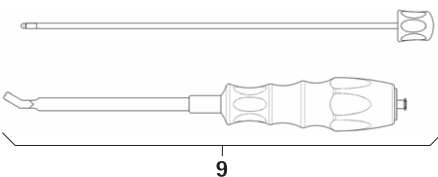

Abb. 5
- Stab-Einsetzinstrument 9 demontieren, siehe Abb. 5: Innenteil herausschrauben.